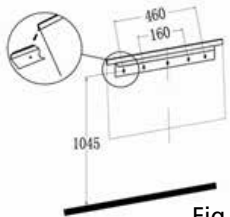

Fig. 4
- Para que haya una visualización óptima, marque las posiciones de instalación de los cuatro tornillos superiores en la pared de acuerdo con las dimensiones de instalación recomendadas; consulte la Fig.4.
- Levante con cuidado el calefactor asegurándose de que el borde de la parte posterior superior de este se enganche con el soporte largo de pared (vea la Fig. 4 en círculo) y quede bien centrado.